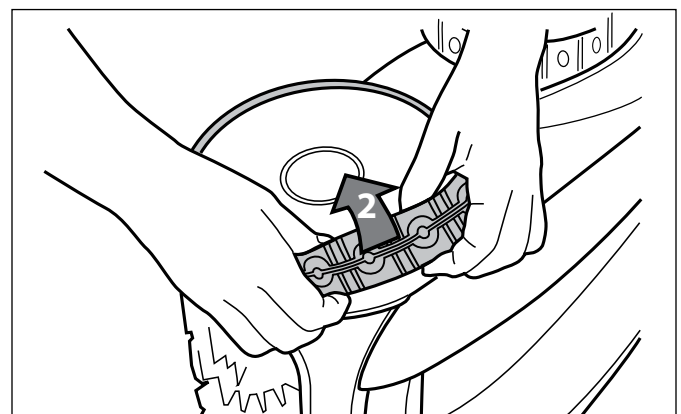

Figura 36. Saque el neumático viejo
2. Saque el neumático viejo (Figura 36).